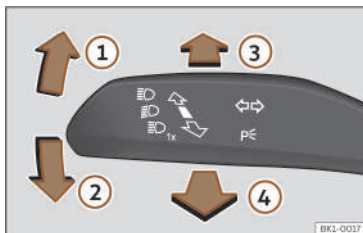

Fig. 88 Leva degli indicatori di direzione e degli abbaglianti (a seconda della versione).
- Dalla posizione di base, spingere in avanti la leva degli indicatori di direzione e degli abbaglianti >>> **fig. 88 ③**.
- **OPPURE:** se il comando automatico degli abbaglianti è attivato, tirare all'indietro la leva degli indicatori di direzione e degli abbaglianti >>> **fig. 88 ④**.